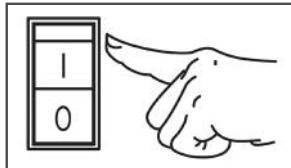

Рис. 11 Выключатель зажигания
- Выключатель зажигания на панели управления переведите в положение «I» (Вкл.) (Рис. 11).